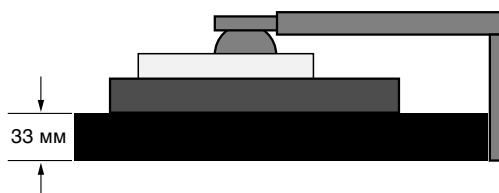

Рисунок S.1
3. Положите монитор экраном вниз на неабразивную поверхность. (Поместите экран на 33-мм платформу так, чтобы подставка была параллельна поверхности платформы) (**Рисунок S.1**).